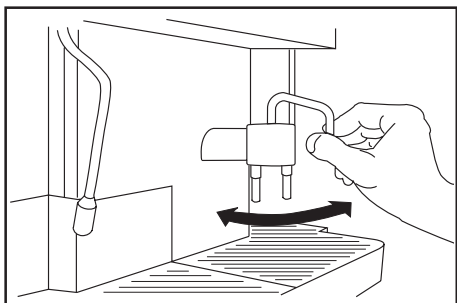

Fig. 10
- Prelevare una o due tazze dal piano scaldatasse, posizionarle sotto ai beccucci erogatori e premere il tasto della quantità desiderata. Al raggiungimento della dose programmata la macchina si arresta automaticamente. Quando si voglia arrestare l'erogazione prima del previsto, è sufficiente premere uno qualsiasi dei tasti. Volendo utilizzare tazze o bicchieri particolarmente alti, si può erogare il caffè dal tubo superiore ruotandolo sul lato destro (fig.10). In questo caso viene esclusa l'erogazione dai beccucci inferiori.